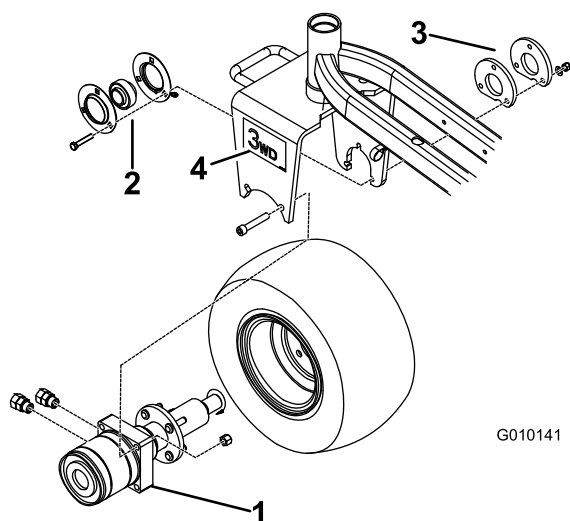

Figure 2
- Déposez le graisseur de l'ensemble moteur et moyeu (Figure 2).
- Insérez les collerettes et le roulement sur l'extrémité de l'arbre moteur, comme montré à la Figure 2.
- Posez les 2 raccords droits sur le côté du moteur (Figure 2).
Remarque: Vérifiez que les orifices sur la face du moteur sont dirigés vers l'arrière (Figure 2).
- Fixez légèrement le moteur à l'intérieur de la fourche avec 2 vis à tête creuse et 2 écrous (Figure 2).
Remarque: Le graisseur doit être dirigé vers le bas sur la collerette (Figure 2).
- Apposez un autocollant sur chaque côté de la fourche pivotante (Figure 2).